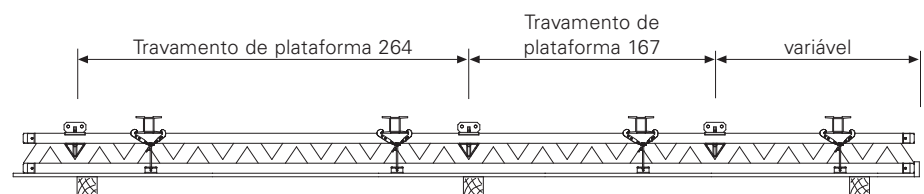

Fig. B2.05.3
4. Montar as fixações de plataforma adicionais. (Fig. B2.05.3)